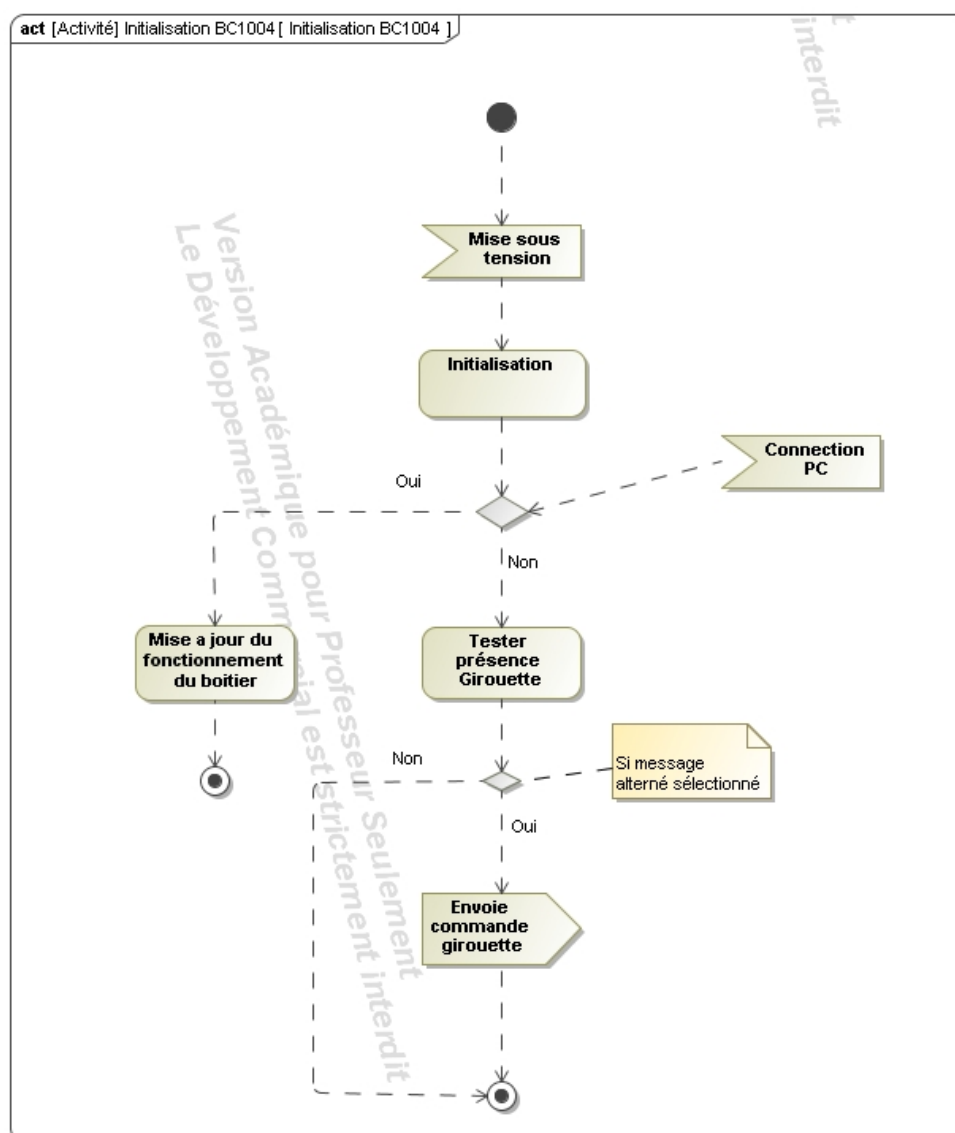

Figure 12 Diagramme d'activité enrichi du scénario Initialisation BC1004
- Sélectionner un flot et le relier à l'activité finale située en dessous du bloc Envoyer action ce qui nous donne la figure 12.
Dans ce second exercice nous allons nous intéresser au scénario de paramétrage d'une ligne de bus. L'étude que vous allez mener part de la situation où le système est correctement initialisé et est en attente d'un ordre. Il fait suite au diagramme de la figure 12.